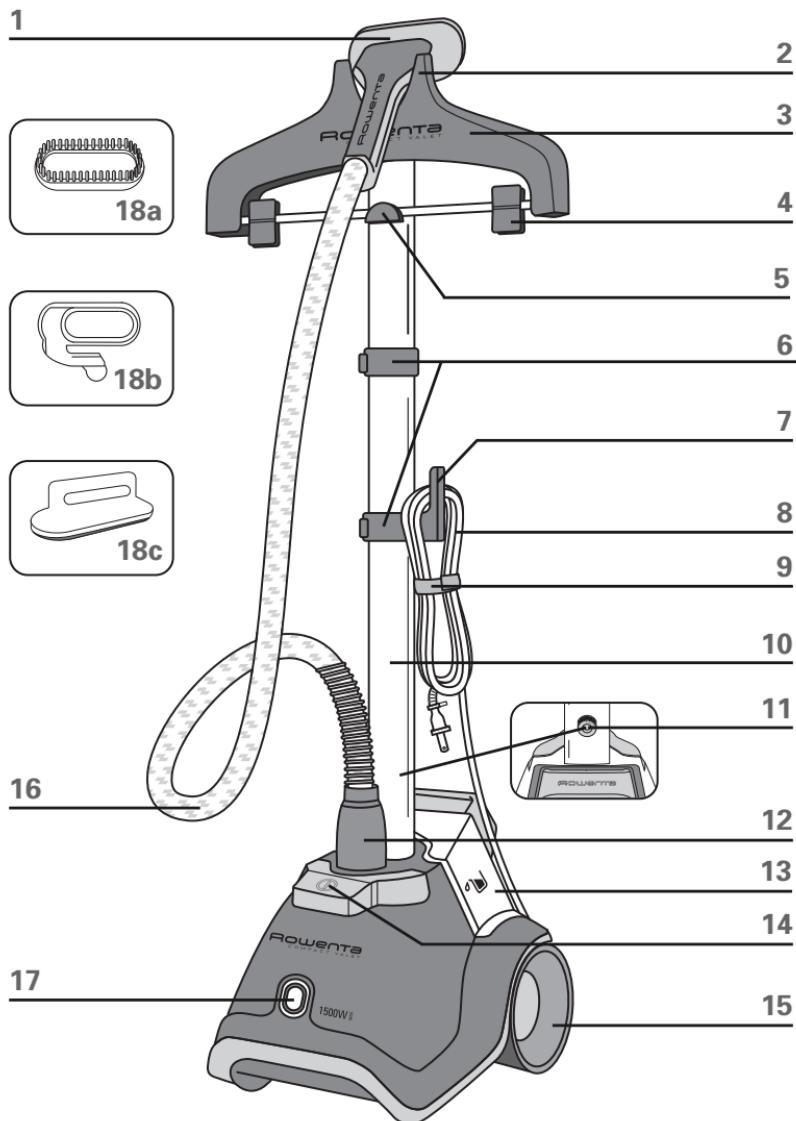

fig. 1
1. Dévissez et retirez la vis de fixation du mât qui se trouve sur la base. (*fig. 1*)